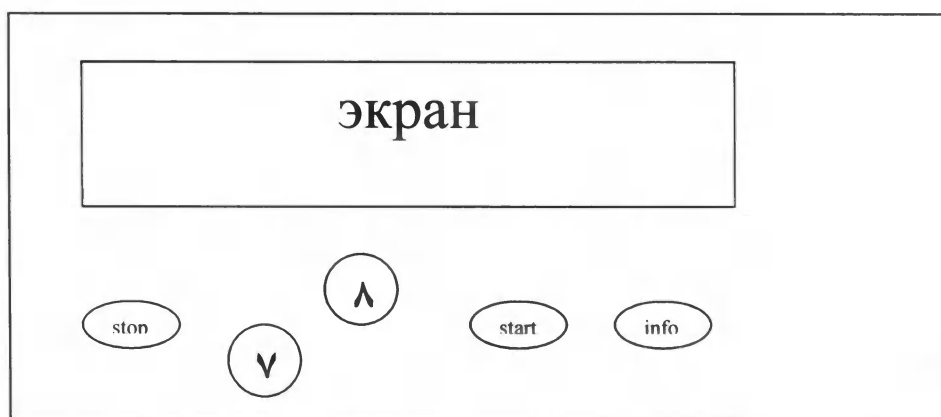

рис.5 Контроллер для управления.
- 4.6 На внешнем кожухе блока излучателя 1 расположена панель 14, на которой установлен таймер (рис.5) для управления установкой PUVA – 54 и две клавиши. Отвечающие за включение или отключение верхнего и нижнего яруса соответственно.